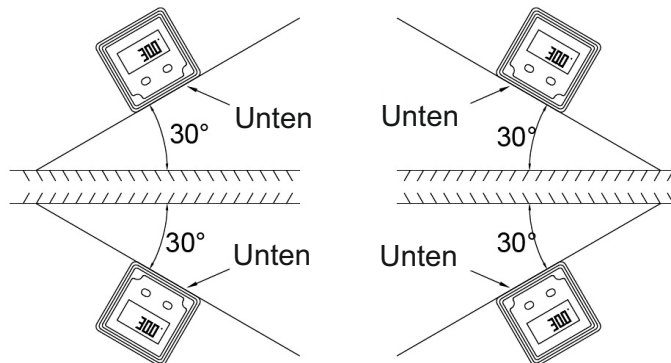

Abb. 4
- » Das Gerät kann in vier Richtungen verwendet werden. Das Display dreht sich, wenn das Gerät mit dem Gesicht nach oben liegt (Abb. 4).